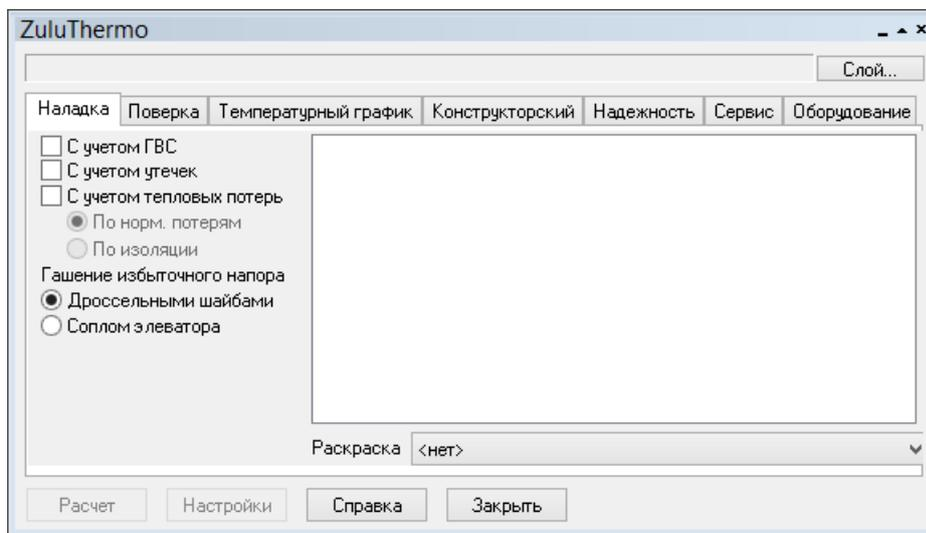

Рисунок 10.2. Вкладка «Наладка» диалога теплогидравлических расчетов
1. Выполните команду главного меню **Задачи|ZuluThermo** или нажмите кнопку панели инструментов. Откроется диалог теплогидравлических расчетов (см. Рисунок 10.2, «Вкладка «Наладка» диалога теплогидравлических расчетов»).